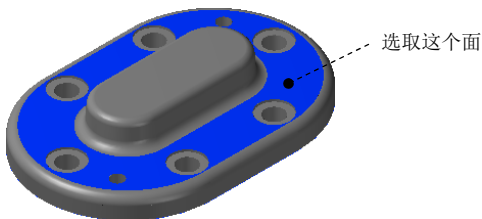
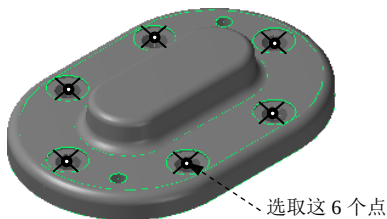

图 16.26 选取附着曲面
图 16.27 选取钻孔的点
(1) 选择下拉菜单 **绘图(C)** → **曲面曲线(V)** → **所有曲线边界(A)** 命令。
(2) 在图形区选取图 16.26 所示的面为附着曲面，然后在“标准选择”工具栏中单击 按钮完成附着曲面的定义，同时系统弹出“创建所有边界线”工具栏。
(3) 单击 按钮完成所有边界的创建。
Step2. 选择下拉菜单 **刀具路径(T)** → **钻孔(D)...** 命令，系统弹出“选取钻孔的点”对话框，选取图 16.27 所示的 6 个圆的中心点为钻孔点。